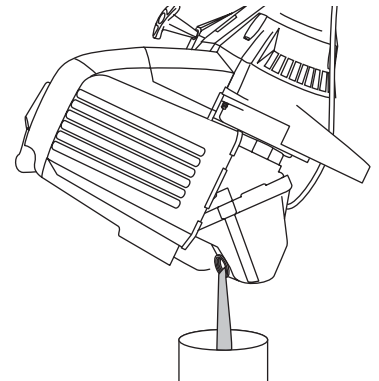

Fig. 25
3. Vierta el aceite fuera del orificio de llenado de aceite en un recipiente inclinando la unidad hasta una posición vertical (Fig. 25). Deje suficiente tiempo como para completar el drenaje.
cantidad de aceite y vuelva a medir (Fig. 25). No lo llene demasiado.